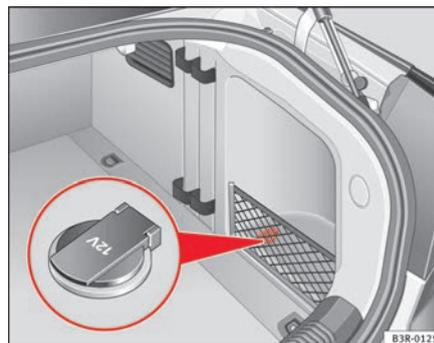

Fig. 128 Pormenor do revestimento lateral da bagageira: Tomada de 12 Volts
- Eleve a tampa da tomada ⇒ fig. 128.